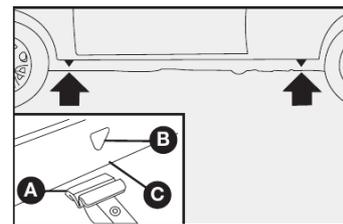

fig. 8
- 3) colocar o macaco onde está marcado o símbolo ▼ **B-fig. 8**, perto da roda a substituir, e certificar-se de que a ranhura **A** do macaco esteja bem encaixada na longarina **C**.